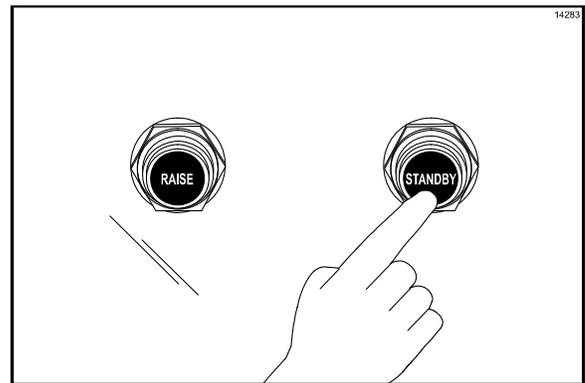

Figura 117
10. Oprima el botón de espera para cerrar la placa. (Vea la figura 117.)